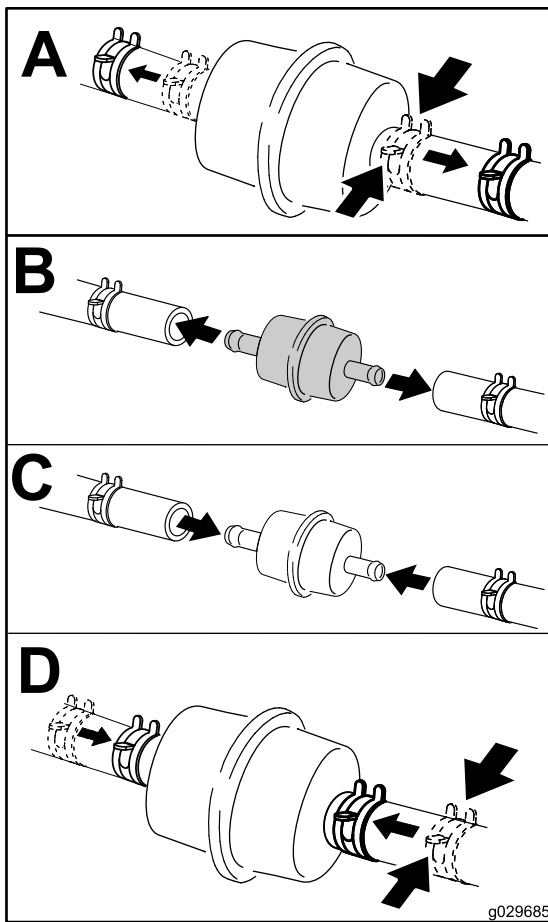

Bild 45
6. Stellen Sie einen sauberen Behälter unter den Kraftstofffilter und tauschen Sie den Kraftstofffilter aus, wie in Bild 45 abgebildet.